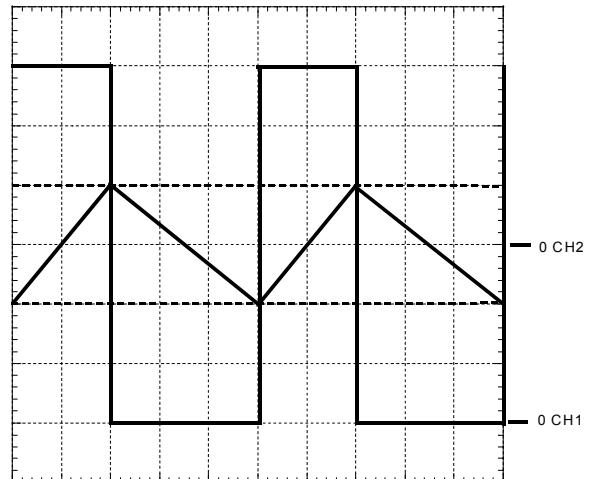

Figure 4
L'oscillogramme de la figure 4 fournit un relevé de tensions effectué alors que la source E_0 fournit une puissance $P = 3 \text{ kW}$.
2.2.4.4. Déduire de l'oscillogramme de la figure 4 et des conditions de réalisation de l'essai correspondant (il ne s'agit pas de l'essai initial pour lequel $E = 100$ V mais de celui présenté à la **question 2.2.4.**) :